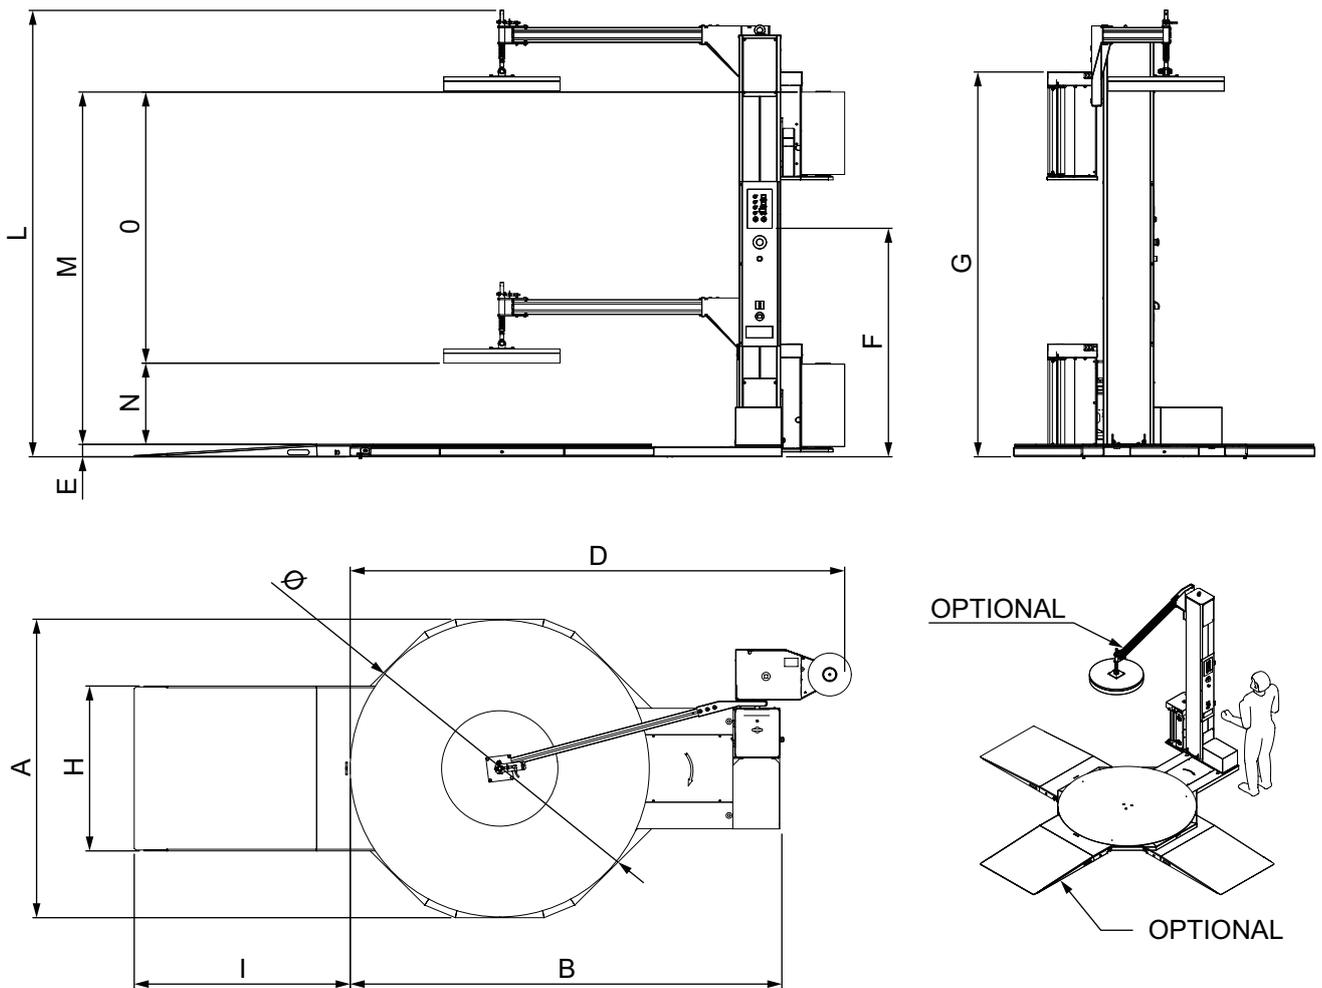

рис. 36
- Габариты	увидеть рис. 36 - стр. 59